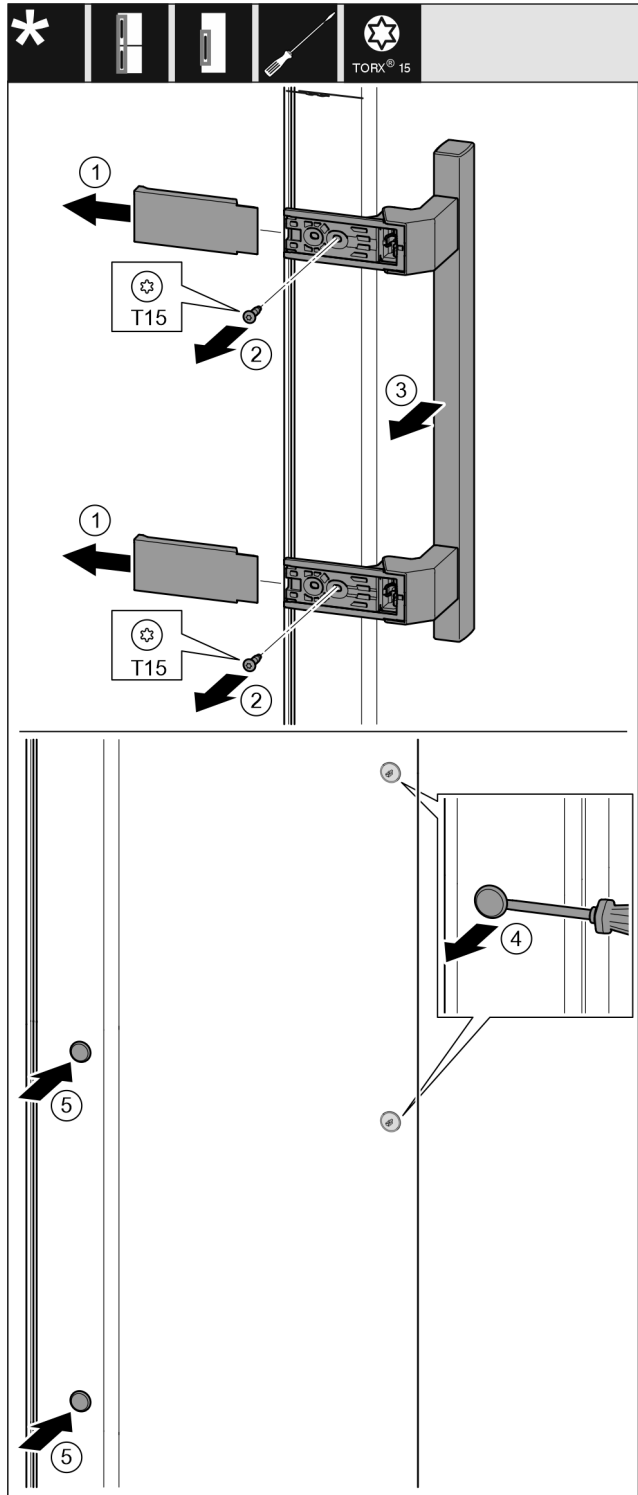

Fig. 11
- ▶ Hiqni kapakun mbulues. Fig. 11 (1)
- ▶ Lironi vidat me një kaçavidë Torx 15. Fig. 11 (2)
- ▶ Hiqni dorezën. Fig. 11 (3)
- ▶ Ngrini lart me kujdes tapat anësore me një kaçavidë me kokë petë dhe nxirrini jashtë. Fig. 11 (4)
- ▶ Vendosni sërish tapat në anën tjetër. Fig. 11 (5)